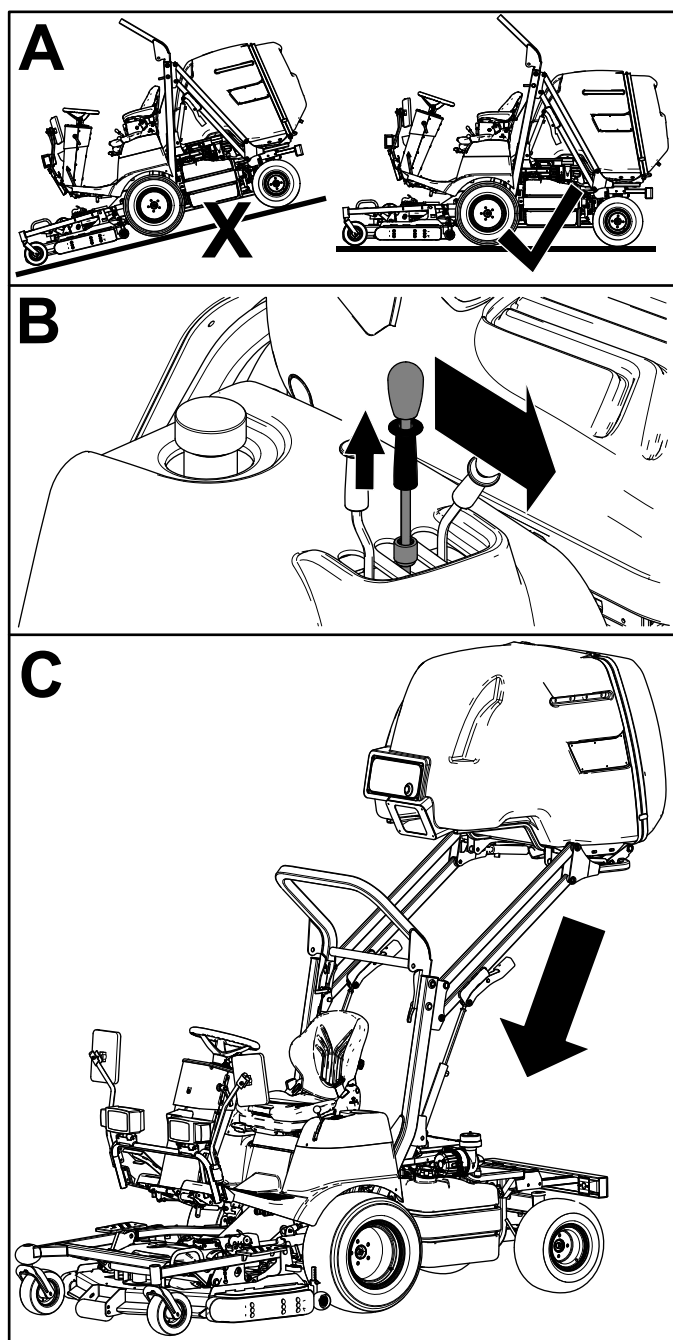

Figura 24
2. Tirate verso l'alto il collare di bloccaggio sulla leva di sollevamento della tramoggia e spostate completamente in avanti la leva per abbassare la tramoggia (Figura 24).